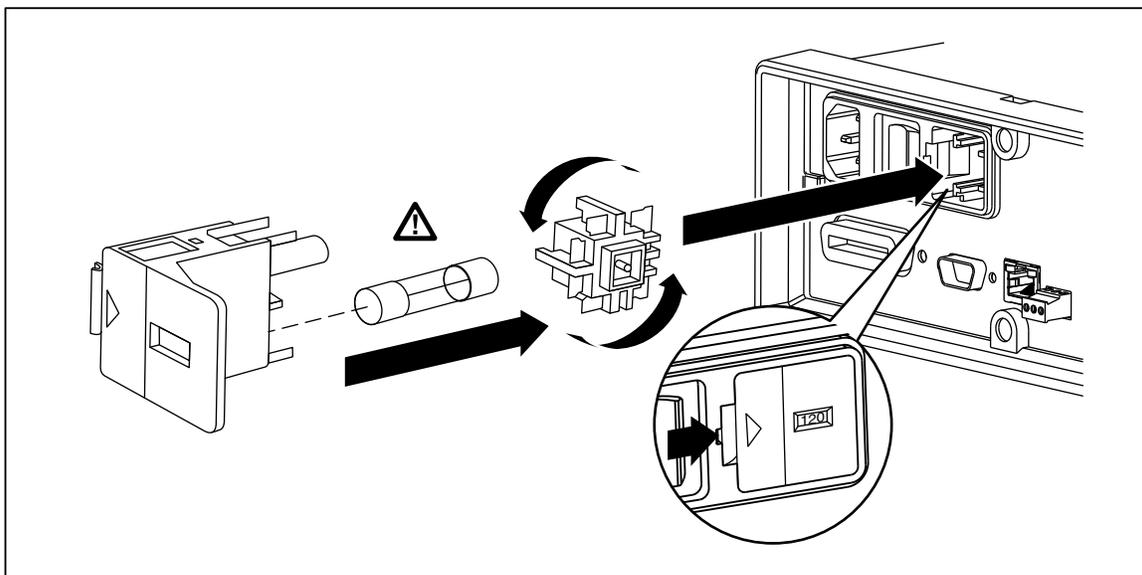

图 2-1. 更换电源保险丝
2. 从保险丝支架左边的窄缝中插入小螺丝刀，向右撬动，直到弹出支架，如图2-1所示。
2. 通过从保险丝支架左边的窄缝中插入小螺丝刀来移动保险丝支架，然后向右撬动，直到弹出支架，如图2-1所示。随数字多用表额外提供一个与保险丝模块中已安装保险丝相同额定值的保险丝。